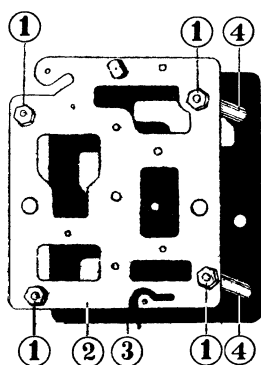

Рис. 17. Платинки:
7. Отверните с колонок 4 гайки со стороны задней платинки (рис. 17, дет. 1). Гайки с валика сигнального колеса (рис. 2, дет. 18) отвертывать не следует.